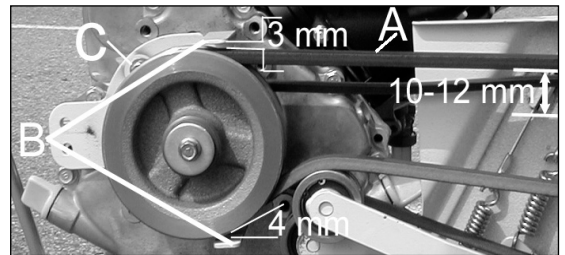

Figure 28
- Poussez la courroie avec un doigt entre les deux arbres (A, Figure 28) la courroie doit fléchir de 10 à 12 mm. Si la courroie ne se déplace pas en conséquence, effectuez réglage à nouveau.